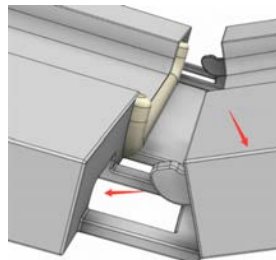

Fig S4
- Inserte las lengüetas en forma de gancho de la parte delantera de las cuñas en las muescas de la parte trasera de las extensiones (Fig. S4).